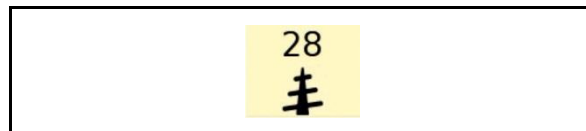

Fig. 148
- Im Terminal erscheint im Symbol „Mischschnecke/n“ die zuletzt eingestellte Drehzahl (Fig. 148).